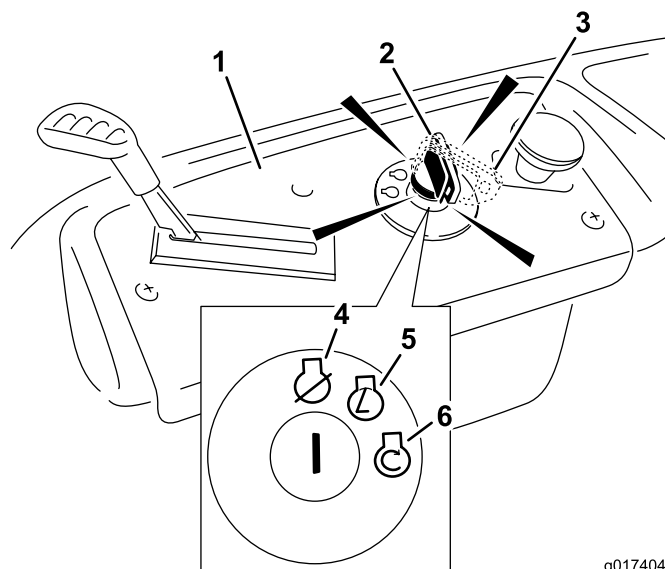

Figure 13
4. Tournez la clé de contact en position de démarrage pour activer le démarreur. Relâchez la clé quand le moteur démarre (Figure 13).
2. Placez la commande d'accélérateur en position de régime maximum (Figure 13).